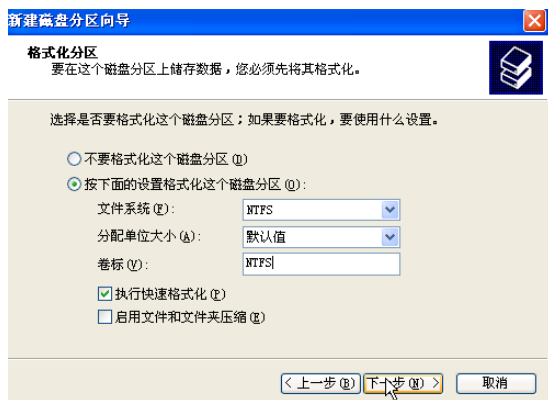

图 5-106 建立两个 NTFS 分区
(7) 我们建立两个 FAT32 分区，再建立两个 NTFS 分区。如图 5-106 所示。